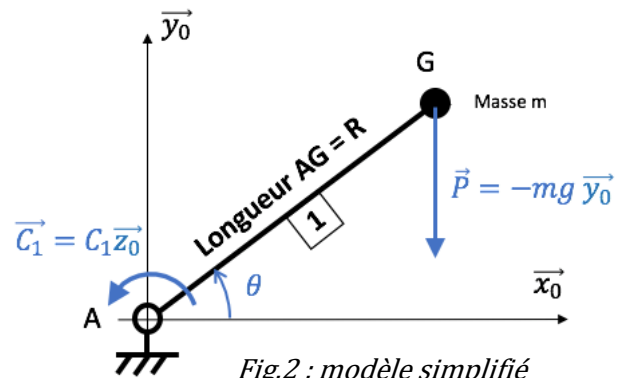

Fig.2 : modèle simplifié
- Pour l'étude suivante on travaille avec un modèle très simplifié du mécanisme, on ne considère qu'un seul bras **1** en liaison pivot d'axe (A, \vec{z}_0) par rapport au châssis (voir figure 2).
Les actions mécaniques extérieures agissant sur le bras 1 sont : (voir figure 2)
- L'action de θ sur 1 dans la liaison pivot (A, \vec{z}_0) qui est modélisée par une force \vec{A}_{01} non représentée sur la figure 2